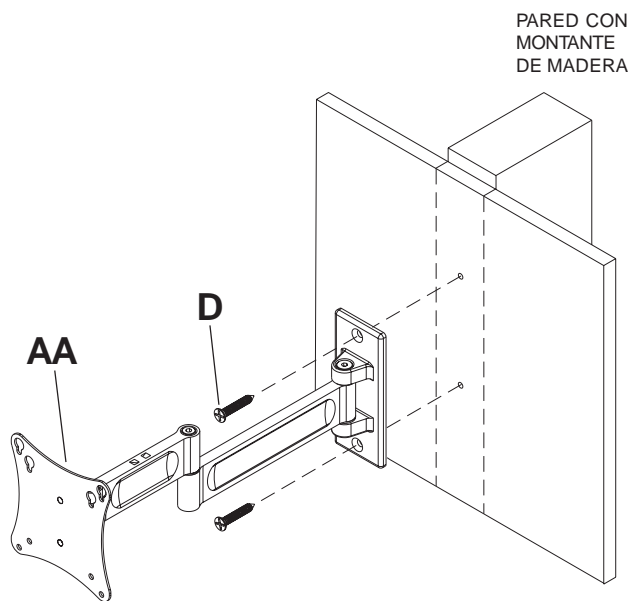

fig. 1.1
Con un detector de montantes, localice y marque los bordes del montante de madera donde se montará este producto. Se recomienda enfáticamente que se utilice un detector de "borde a borde". Use un nivel para trazar una línea vertical a lo largo del centro del montante. Use la placa de pared como plantilla para marcar el centro de los hoyos a lo largo de la línea vertical. Taladre dos hoyos de 5/32" (4 mm) de diámetro y 2.5" (65 mm) de profundidad. Fije el montaje del gancho de pared (AA) a la pared con dos tornillos de cabeza plana para madera #14 x 2.5" (D), según se muestra en la ilustración 1.1.